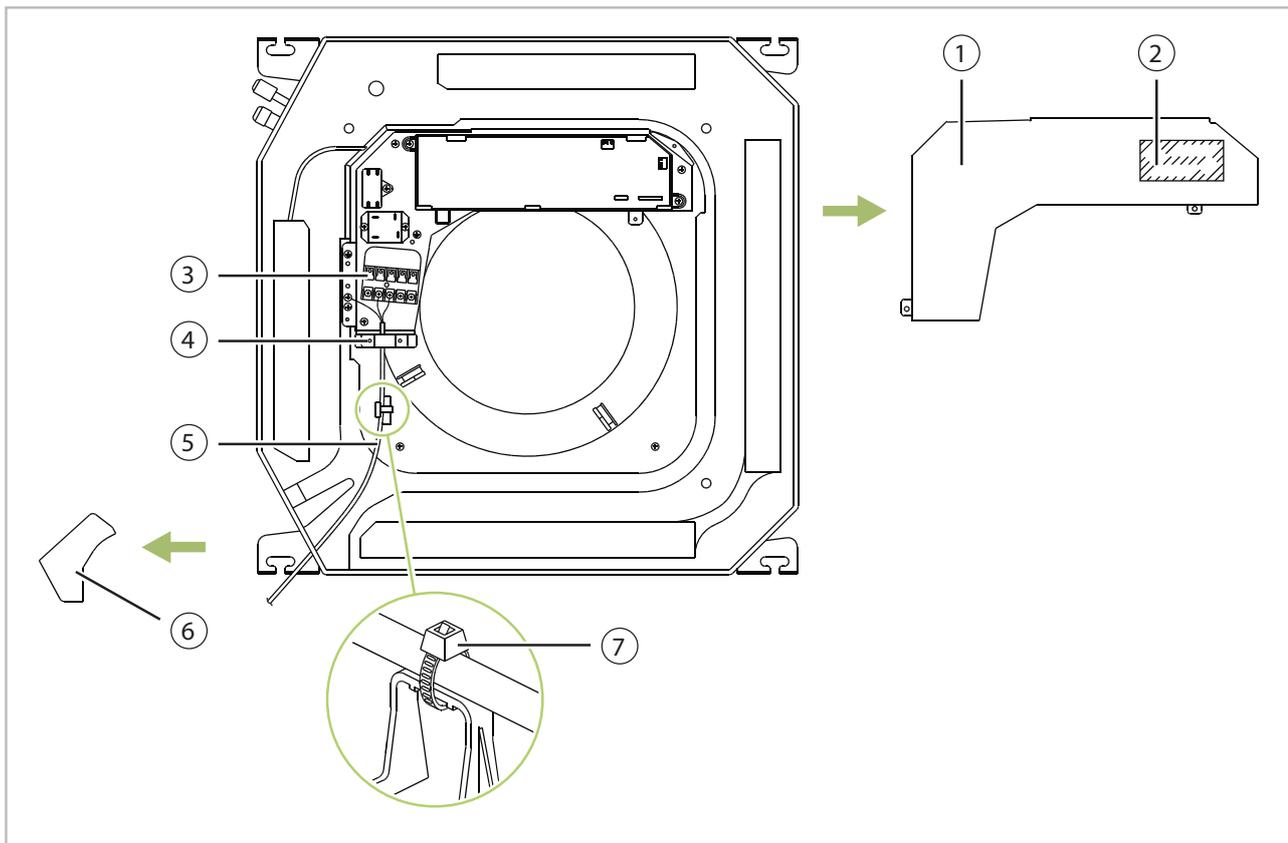

Abb. 44: Anschluss des Innengerätes
2. ➤ Lösen Sie die Abdeckungen des Schaltkastens (Abb. 44).